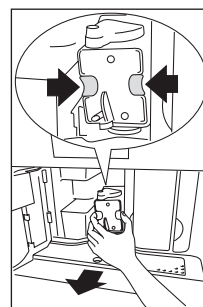

Fig. 39
- ▶ Apăsăți cele două butoane roșii de eliberare spre interior și în același timp trageți unitatea de perfuzie afară (Fig. 39).